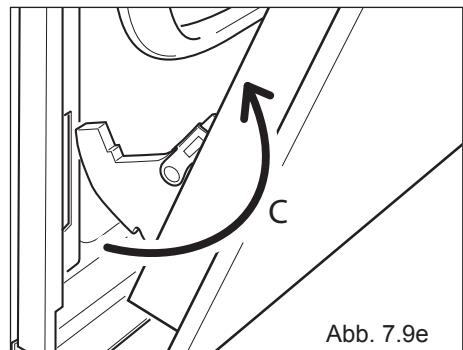

Abb. 7.9e
- Das Bajonett der Scharniere ebenfalls aus dem Sitz nehmen (Abb. 7.9e)